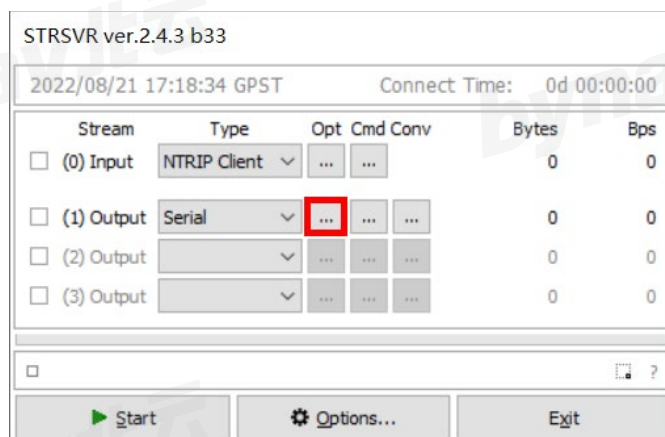

图 7-3 STRSVR Output
- “Output”的“Type”选择“Serial”，再点击图 7-3 中红框标识的按钮。